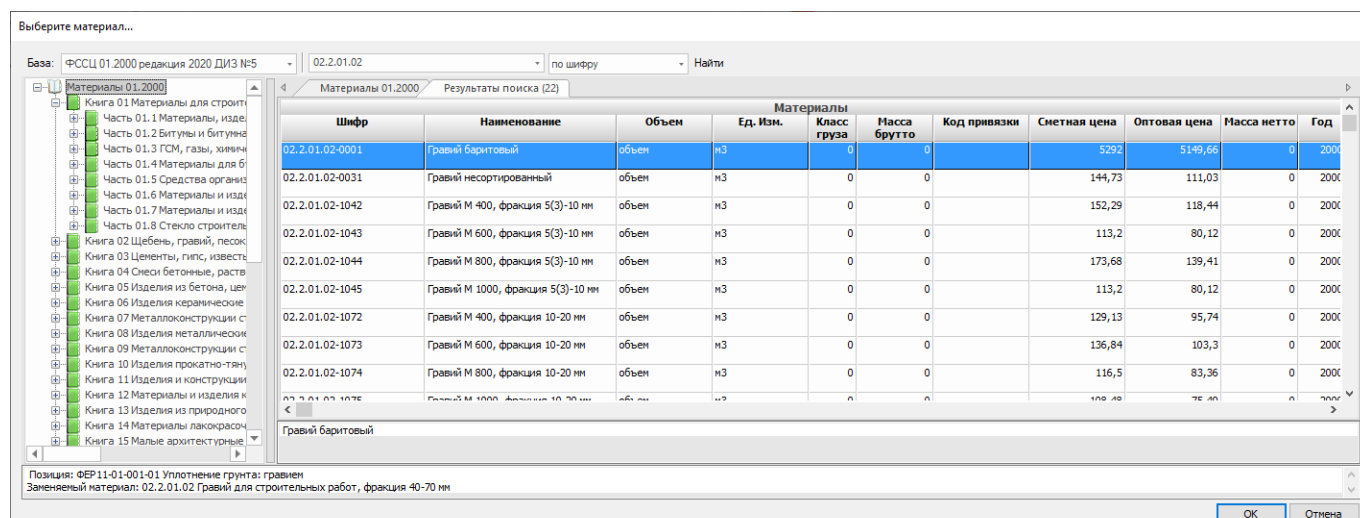

Рис. 2.5 Выбор неучтенного материала
2. При добавлении расценки, содержащей неучтенный материал, будет открываться диалоговое окно, в котором предлагается произвести выбор неучтенного материала (рис. 2.5).